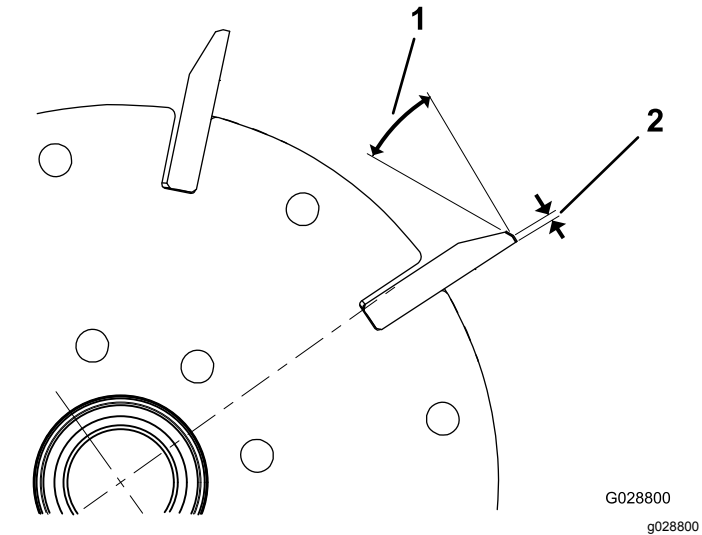

Figura 64
- 1. Applicate un angolo di spoglia di 30° su tutte le lame del cilindro fino a quando la larghezza della superficie non è pari a 1,3 mm (Figura 64).